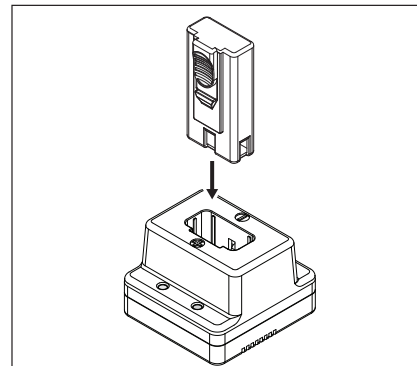

Figure 1
1. Placer la batterie sur le chargeur (voir la figure 1). S'assurer que la batterie est bien installée dans le chargeur.